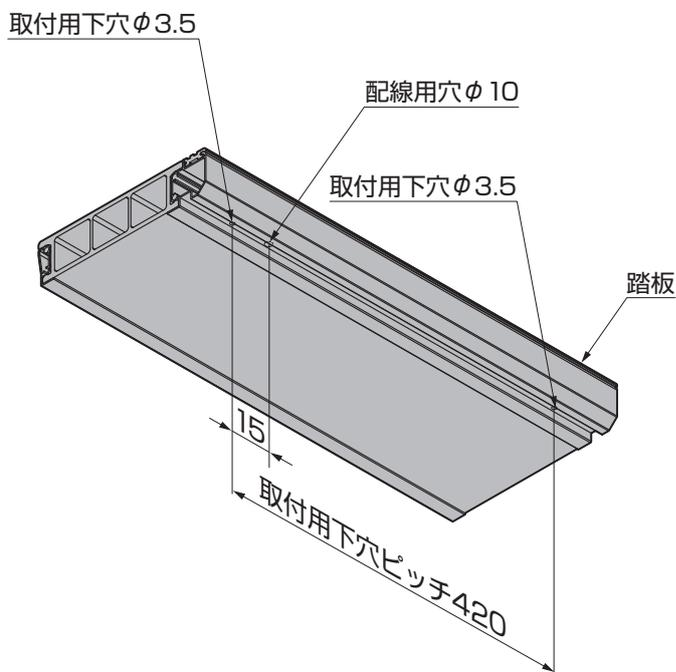

図5-1
- ①踏板のLEDユニットを取付ける位置に、取付け下穴φ3.5と配線用穴φ10をあけてください。(図5-1参照)